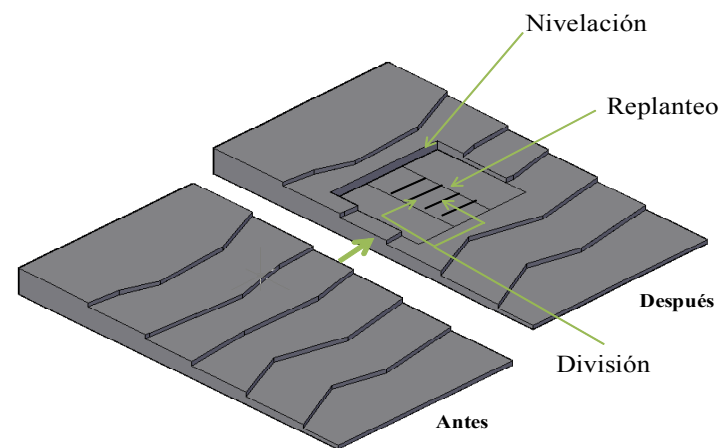

Fig. 5 Preparación del terreno
4.- Replantear el terreno: Se dibuja en el piso un rectángulo con las medidas de la superficie que va ocupar el invernadero. Los ángulos en las esquinas deben ser de 90° (Fig. 5)